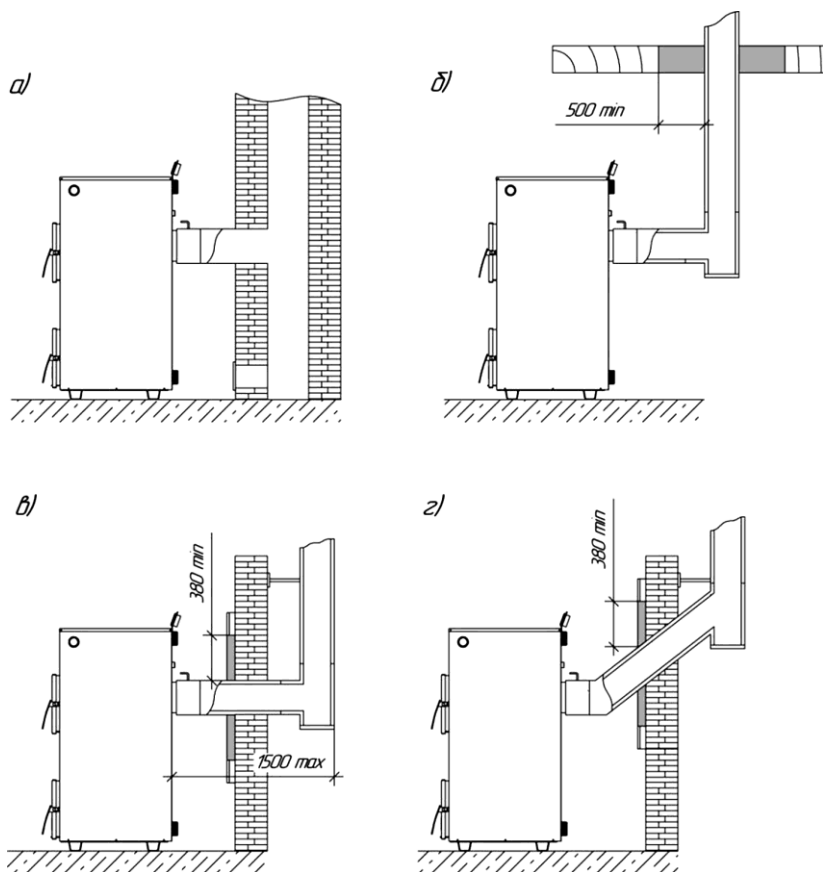

Рис. 4
6.13. Рекомендуемые схемы подключения котла к системе дымоотведения приведены на рис. 4.
В качестве дымохода для твердотопливного котла рекомендуется использовать тонкостенные трубы из нержавеющей стали. Наилучшим решением является установка готовых модулей трубы с термоизоляцией типа «сэндвич» рис. 4 (б, в, г).
Так же в качестве дымохода для твердотопливного котла допускается использование кирпичного дымохода с сечением дымового канала 180-200 см² рис. 4 (а). Дымовой канал должен быть постоянного сечения по всей длине.
При прохождении дымовой трубы через межэтажные перекрытия расстояние от наружных поверхностей трубы до деревянных конструкций не менее 500 мм рис. 4 (б).
Оптимально присоединение котла к дымоходу с использованием тройника-ревизии с отводом 45° рис. 4 (г).